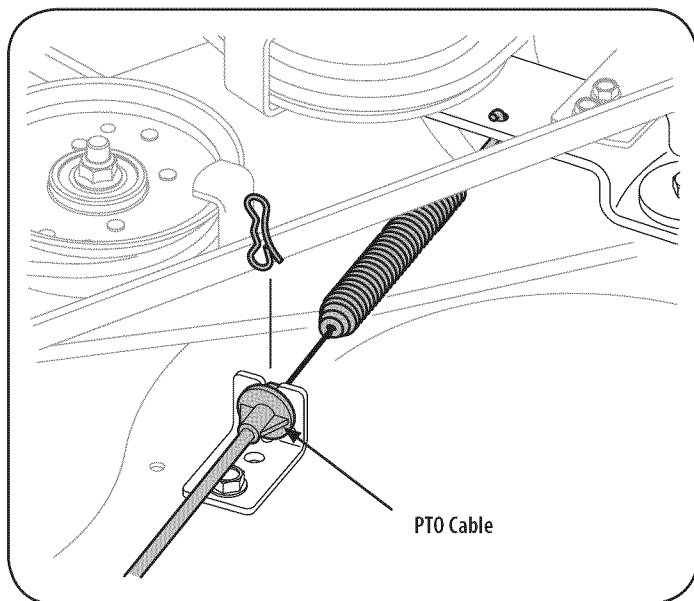

Figure 53
7. Retire con cuidado el cable del PTO de la parte posterior de la plataforma de corte quitando el pasador de corbata de lazo que lo asegura. Quite el resorte del soporte de la cubierta intermedio. Véase la Figure 53.